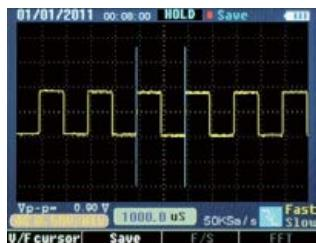

Figura 2-11-1
4. Modo de exibição de frequência e ciclo também são trocados no momento da troca do cursor esquerdo/direito. Cursor esquerdo ativado exibe freqüência, cursor direito para ciclo. Ver figura 2-11-1.